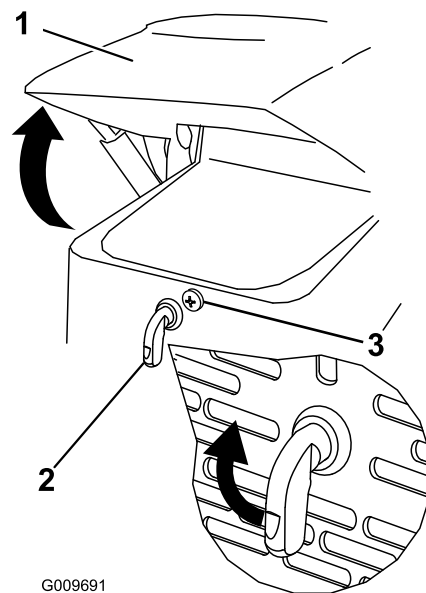

Bild 24
1. Lösen der Arretierschraube an der Motorhaube (Bild 24)
2. Drehen Sie den Motorhaubenriegel nach rechts (Bild 24).
3. Klappen Sie die Haube hoch (Bild 24).
3. Ziehen Sie die Arretierschraube der Motorhaube fest, um den Riegel zu arretieren (Bild 24).